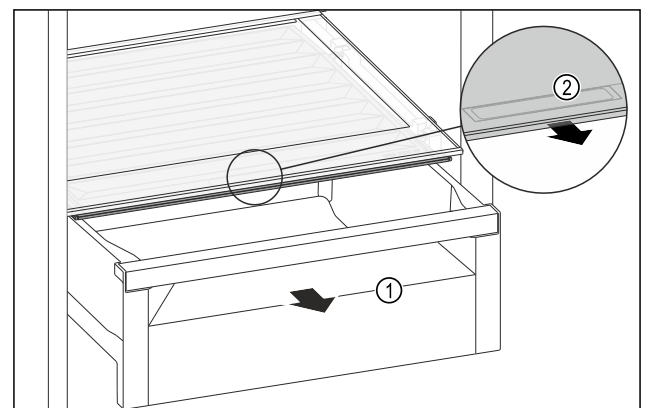

Fig. 110
- ▶ Extrageți sertarul Fig. 110 (1).
- ▶ Prindeți mânerul încastrat Fig. 110 (2) de la capacul compartimentului și trageți concomitent capacul compartimentului spre partea frontală.